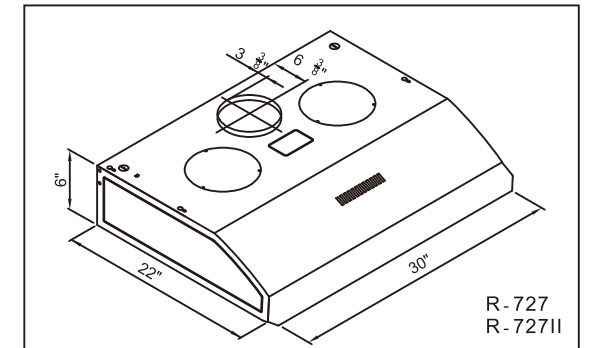
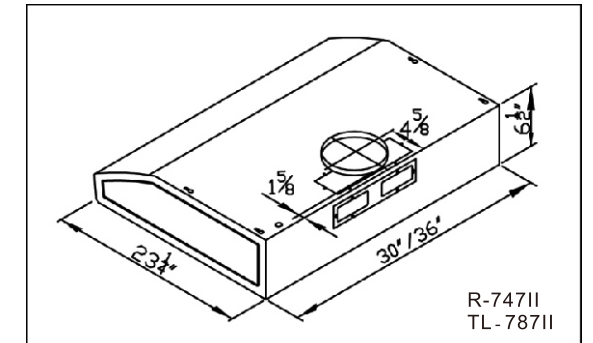
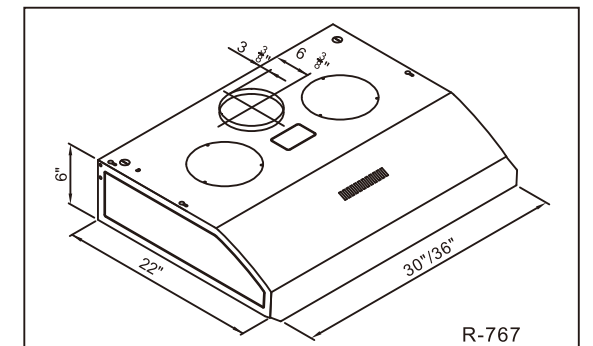

Fig.1
Fig.2
Fig.3
1. Dimension détails. (Fig.1) (Fig.2) (Fig.3)
(1) Pour la prise d'air ronde attachez le tuyau de 6" qui est de taille courante. ( Fig.1)(Fig.2)(Fig.3)